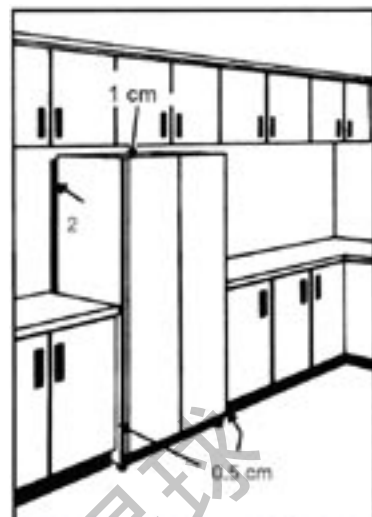

图1
- 冰箱两侧留出最少0.5厘米空间（见图1）。
- 冰箱顶部铰链盖上方留出最少1厘米空间（见图1）。
- 冰箱背部留出2厘米空间（见图1）。